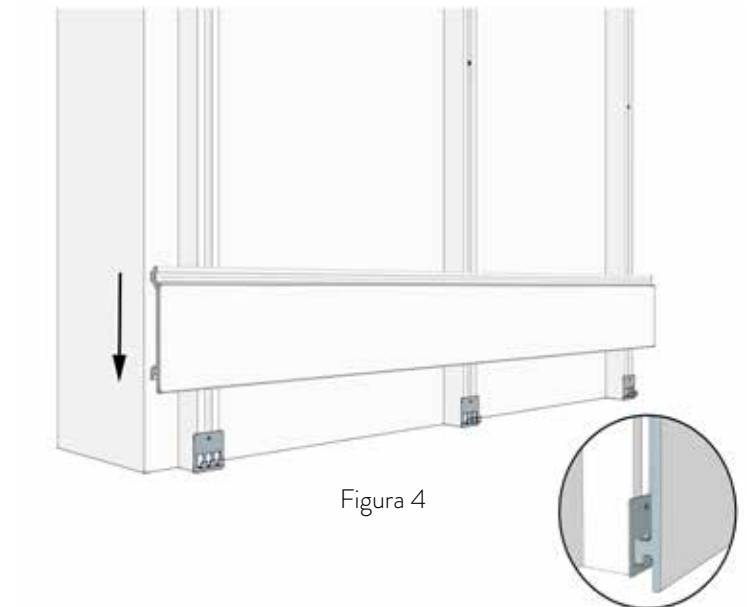

Figura 4
- 2 Instala el primer tablero como se muestra en la Figura 4: